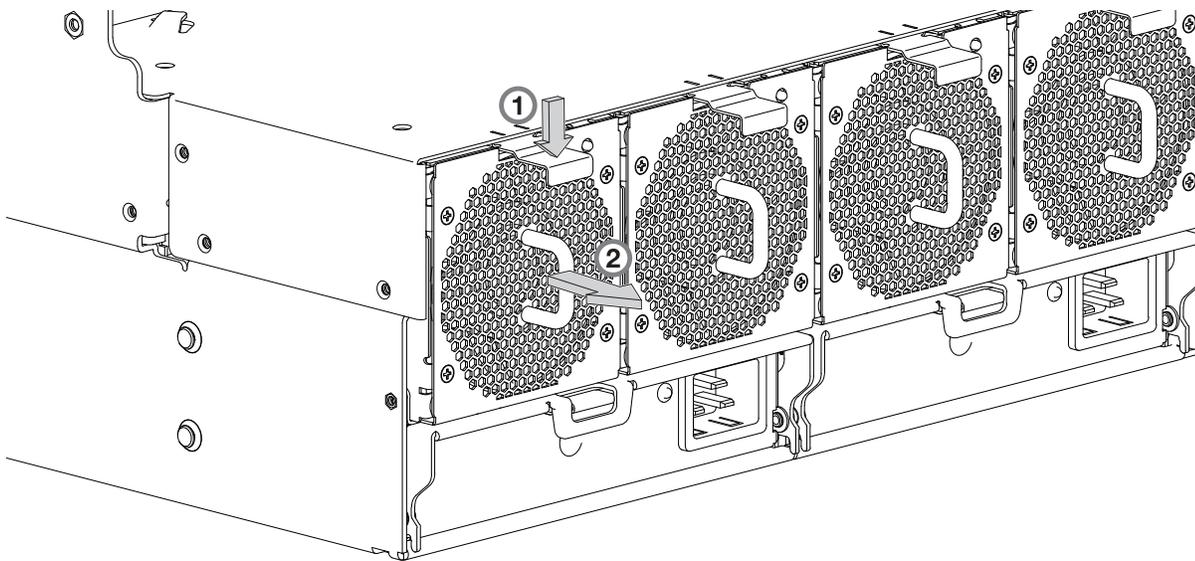
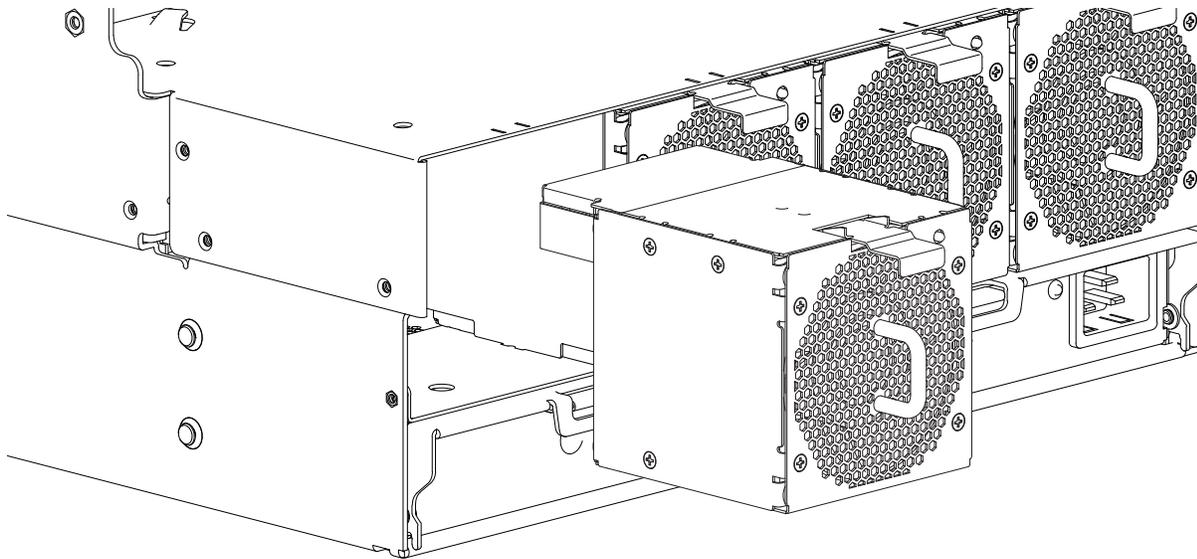

Рисунок 64. Извлечение вентилятора системы (1 из 2)
Рисунок 65. Извлечение вентилятора системы (2 из 2)
1. Нажмите вниз язычок защелки для разблокировки вентилятора из его расположения. См. пометку с номером 1 в разделе рис. 64.
2. Аккуратно извлеките вентилятор из разъема, держась за рукоятку модуля вентиляции. См. пометку с номером 2 в разделе рис. 65 на стр. 79.
Перед выполнением данной процедуры рассмотрите рис. 64 на стр. 78 и рис. 65, игнорируя стрелку-указатель, поскольку вам предстоит установить модуль в разъем, а не извлечь.
2. Подготовьте модуль вентилятора для установки в соответствующий разъем, как показано на рис. 65.